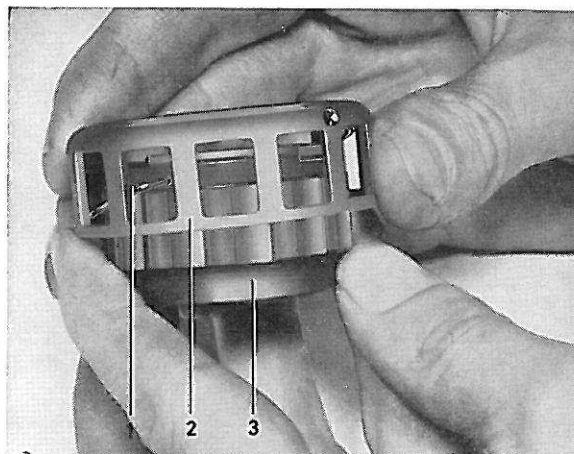
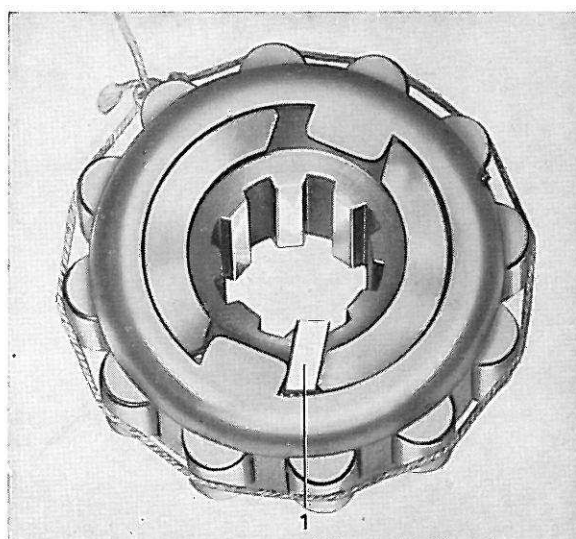
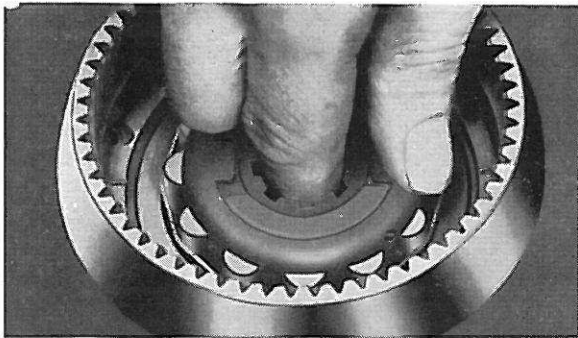

Fig. 20. Réassemblage de la roue libre, I
Fig. 21. Réassemblage de la roue libre, II
Fig. 22. Remontage de la roue libre
4. Assembler le moyeu (34), le ressort et la cage à rouleaux, voir Fig. 20. Tourner la cage à rouleaux dans le sens des aiguilles d'une montre aussi loin que possible et la bloquer dans cette position à l'aide d'une clavette comme le montre la Fig. 21. Poser les rouleaux en place. Fixer provisoirement les rouleaux à l'aide d'une ficelle ou d'un caoutchouc. Remonter les rondelles de butée, ensuite la roue libre, en place sur l'arbre de sortie, voir Fig. 22. Poser la rondelle de laiton comme le montre la